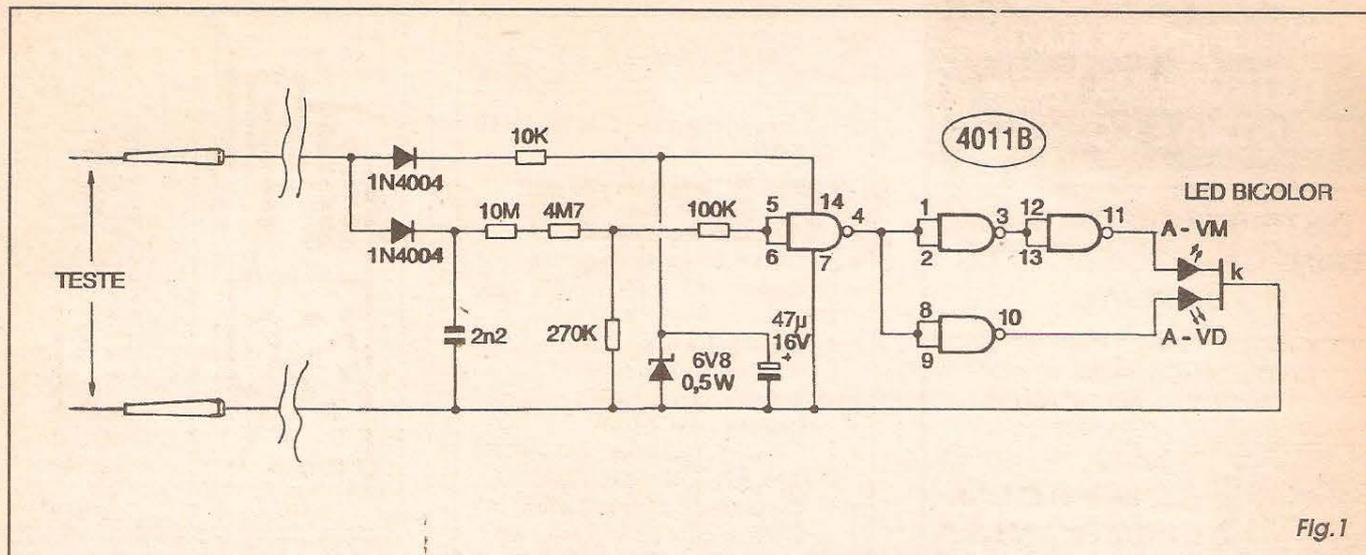

Fig.1
- FIG. 1 - DIAGRAMA ESQUEMÁTICO DO CIRCUITO - Embora simples na sua concepção e implementação geral, o circuito do VOCA embute uma série de idéias e artifícios inteligentes, aproveitando as capacidades de um integradinho da família digital C.MOS (aparentemente inadequado para aplicações desse tipo...) de forma total... Além disso, a própria indicação através de luminosidades de duas cores distintas, mas usando apenas um LED, também constitui um inteligente truque circuitual de simplificação e sintetização (meramente pelo uso de um ... LED bicolor, atualmente um componente de preço bastante moderado...). O mencionado integrado digital que centraliza as ações, é um 4011B (especificamente neste circuito, um 4001B também poderá ser usado, sem nenhuma outra alteração no diagrama...). Esse integrado precisa de uma tensão de alimentação para seus blocos lógicos internos, na faixa que vai de 3 a 18V, mas tipicamente parametrada entre 5 e 12V... Assim, o valor de 6,8 volts torna-se bastante adequado, e é obtido através de uma fontezinha de C.C. interna, rudimentar porém efetiva: um diodo 1N4004 retifica a C.A. da rede local (presente nos pró-